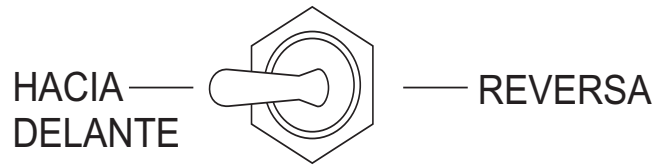

Figura 22. Interruptor de control de dirección (HACIA ADELANTE)
4. Coloque el *interruptor de control de dirección* a la posición **HACIA DELANTE** (Figura 22).